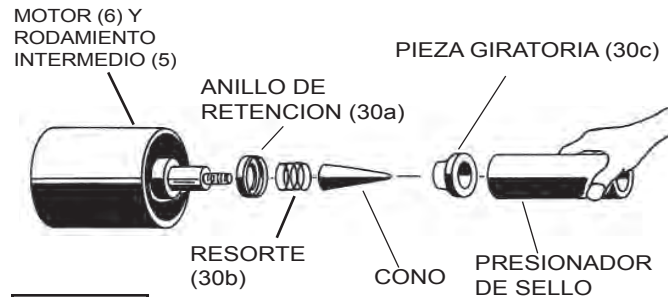

FIGURA 3
Inserte el anillo de retención del sello (30a) junto con el resorte (30b) sobre el eje del motor hasta que se asiente. Aplique un poco de aceite (NO use grasa) en el eje del motor y la superficie interior de la pieza giratoria (30c) y la bala del ensamblaje del sello (consulte la lista de piezas-Juego de herramientas para el sello). Coloque la bala sobre el roscado del eje con la superficie recubierta apuntando hacia afuera, presione la pieza giratoria (30c) usando un Aparato para empujar sellos (consulte la lista de piezas-Juego de herramientas para el sello) sobre el eje y dentro del ensamblaje intermedio (5) hasta que se asiente contra el borde del eje, vea la FIGURA 3.